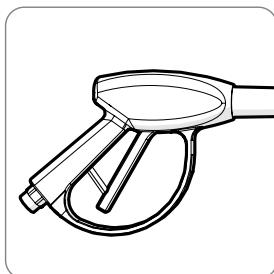

Fig 6
- Verificare che il grilletto sulla lancia sia in posizione di blocco. (**Fig. 6**)